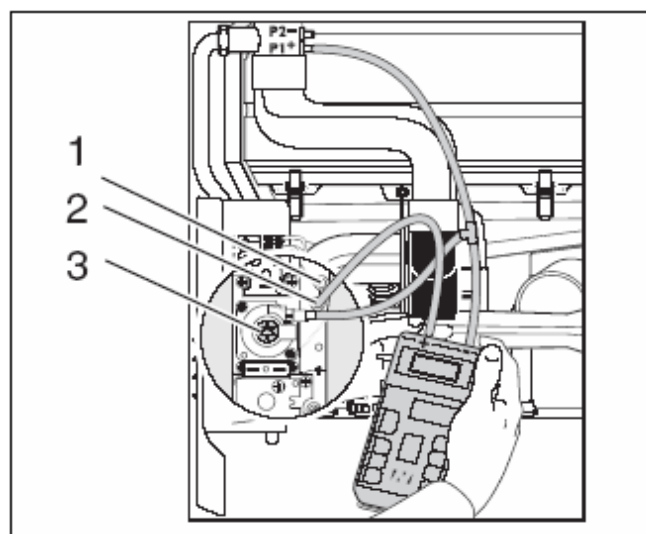
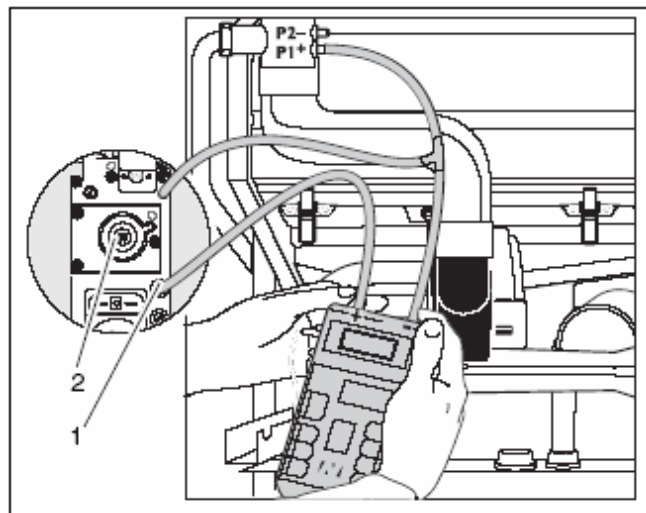

Рис. 28 Проверка и настройка соотношения газ-воздух (арматура Honeywell)
Рис. 29 Проверка и настройка соотношения газ-воздух (арматура SIT)
- Стянуть нижний шланг с газо-воздушного сопла и вставить в разрыв шланг с тройником (рис. 28 или рис. 29).
- Вывернуть винт на ниппеле для измерения давления горелки в арматуре Honeywell (рис. 28, поз. 2) на два оборота, в арматуре SIT (рис. 29, поз. 1) – полностью.
- Вывернуть винт на ниппеле для измерения давления (рис. 28, поз. 1) на два оборота, в арматуре SIT (рис. 29, поз. 1) – полностью.
- Plusовое присоединение измерительного устройства соединить шлангом с ниппелем для измерения давления горелки (рис. 28, поз. 2 или рис. 29, поз. 1).
- При отклонении соотношения газ-воздух от указанных величин подстроить его регулировочным винтом (рис. 28, поз. 3 или рис. 29, поз. 2).
- Измерить и записать содержание CO2. Содержание CO2 при частичной нагрузке должно быть на 0,7 % ниже, чем при полной нагрузке. Если результат измерения слишком высок или слишком низок, настроить соотношение газ-воздух при частичной нагрузке регулировочным винтом арматуры газовой горелки (рис. 28, поз. 3 или рис. 29, поз. 2).